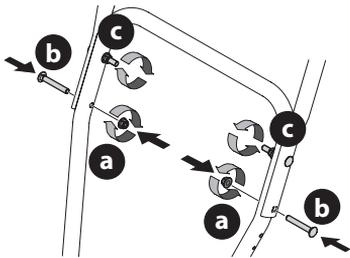

Figura 5
6. Coloque los dos pernos del carro (b) y las tuercas (a) que extrajo en el Paso 2. Termine de sujetar la manija, para lo que debe ajustar las dos tuercas superiores (c) que aflojó en el Paso 2. Vea en la Figura 5 o Figura 6 los modelos con soportes laterales.